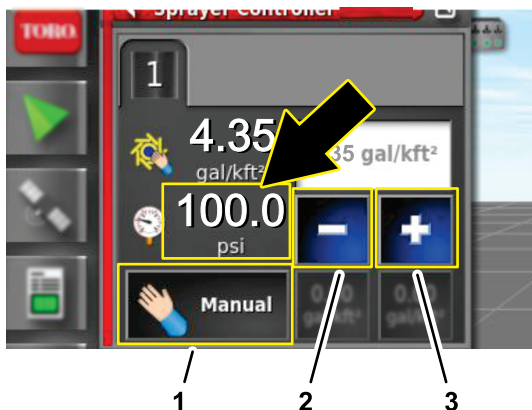

Figure 242
7. Dans la boîte de dialogue du contrôleur de débit de pulvérisation, appuyez sur l'icône MODE DE COMMANDE DE DÉBIT jusqu'à ce que le mode manuel s'affiche (Figure 242).
8. Utilisez l'icône de réduction (-) ou d'augmentation (+) pour régler la pression du système de pulvérisation (Figure 242) à 6,9 bar.